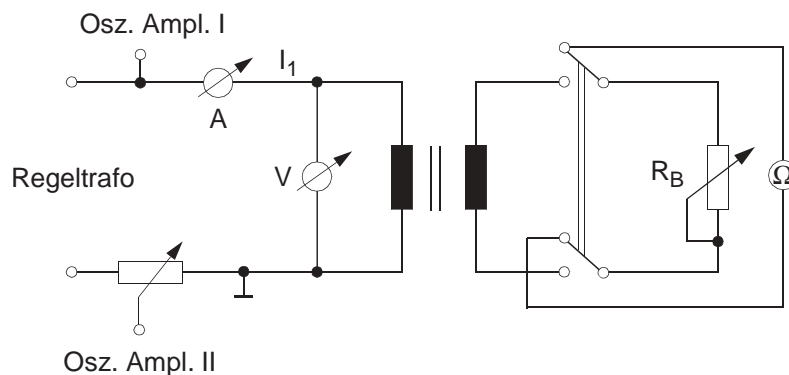

Abb. 6: Schaltung zu Aufgabe 3.
- Verwenden Sie die Schaltung Abb. 6.